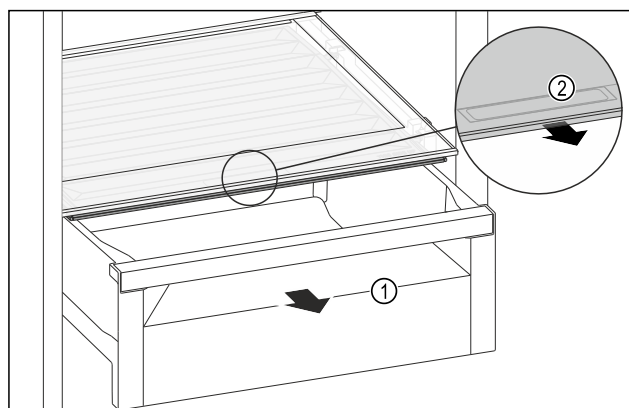

Fig. 108
- ▶ Træk skuffen Fig. 108 (1) ud.
- ▶ Tag fat i grebsforsænkningen Fig. 108 (2) i bokslåget, og træk samtidigt bokslåget frem.